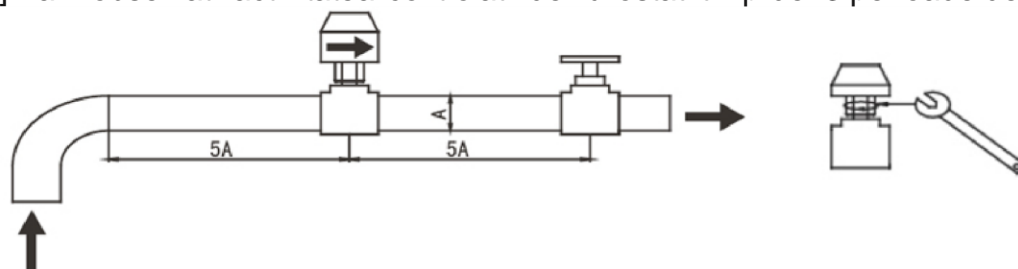

Fig. 4 Schema de montaj controler debit
- c. Conducta de pe aspirația vaporizatorului va fi prevăzută cu debitmetru [în scopul de a realiza protecția și controlul debitului la unitate. Ambele capete ale debitmetrului vor fi prevăzute cu secțiuni orizontale de conductă dreaptă cu diametrul de 5 ori mai mare decât conducta de intrare. Debitmetru va fi montat [în concordanță cu “Regulamentul de montaj și Ghidul pentru Debitmetru” ( Fig 4). Cablajele debitmetrului vor fi conectate la panoul electric prin intermediul protecției de copex. ( vezi Schema Electric pentru detalii ). Presiunea de lucru a debitmetrului este de 1.0MPa iar interfața este de 1 inch [în diametru. După se s-a realizat montajul, debitmetrul va fi reglat corespunzător [în conformitate cu debitul unității.